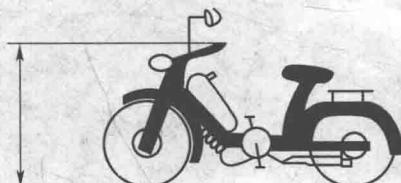

图 1-20 摩托车的高
(4)高: 支承面与接触车辆顶端(后视镜除外)的水平面间的距离, 如图 1-20 所示, 单位为 mm。